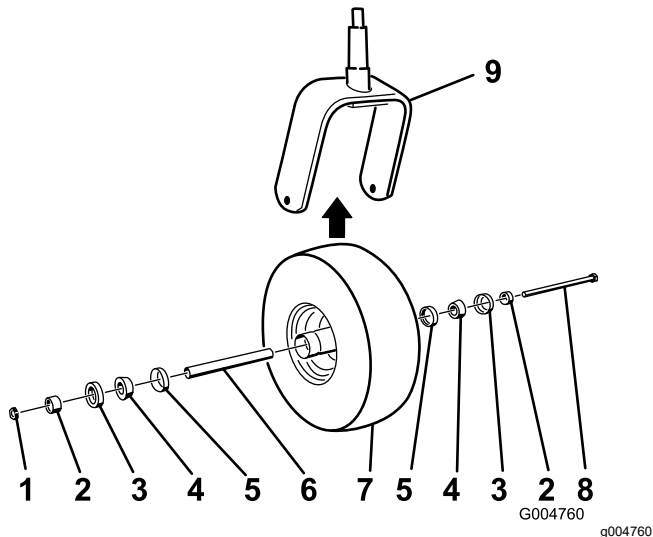

Рисунок 43
2. Снимите контргайку с болта (Рисунок 43).
5. Соберите поворотное колесо, вставив с усилием заправленные консистентной смазкой подшипники с коническими роликами и уплотнения в ступицу колеса, расположенную, как показано на Рисунок 43.